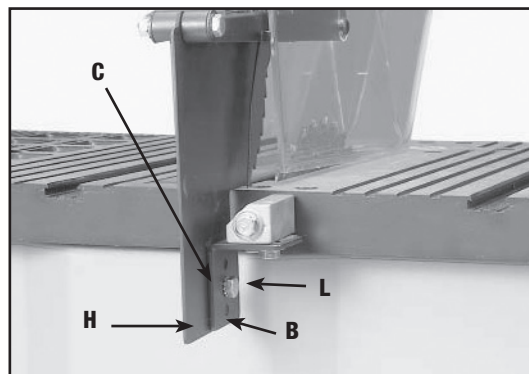
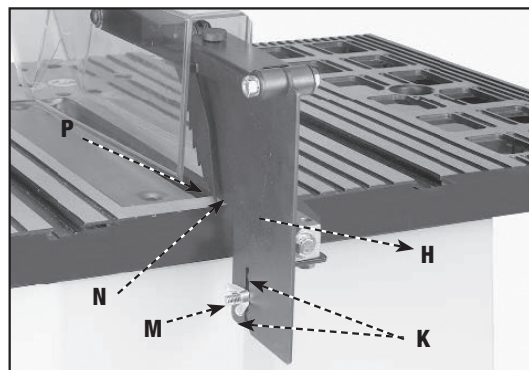

Fig. 14
Fig. 15
6. Encaixe o separador (H) Fig. 14 no suporte (B). Coloque uma arruela de pressão de dente externo 1/4" e uma arruela lisa M6.4 num parafuso de cabeça sextavada M6x1x20mm (L).
7. Insira o parafuso (L) Fig. 14 no suporte do separador (C) e no separador (H). Insira uma arruela lisa M6.4 e uma arruela de pressão de dente externo 1/4" no parafuso (L). Enrosque uma porca borboleta M6x1 (M) Fig. 15 no parafuso (L) Fig. 15.
**OBSERVAÇÃO: Antes de apertar a porca borboleta (M) Fig. 15, deixe um espaço de pelo menos 1/8" entre a extremidade inferior do separador (N) e a superfície superior da bancada (P) e certifique-se de que os pinos estejam dentro da fenda do separador (H).**